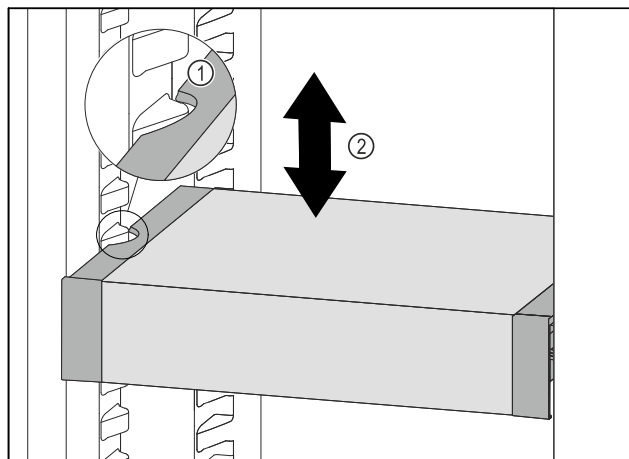

Fig. 110
- Изтеглете VarioSafe напред, докато страничните прорези на VarioSafe се намират на височината на реброто на съда в хладилната част. Fig. 110 (1)
- Преместете VarioSafe нагоре или надолу в хладилната част, докато се достигне желаната височина. Fig. 110 (2)